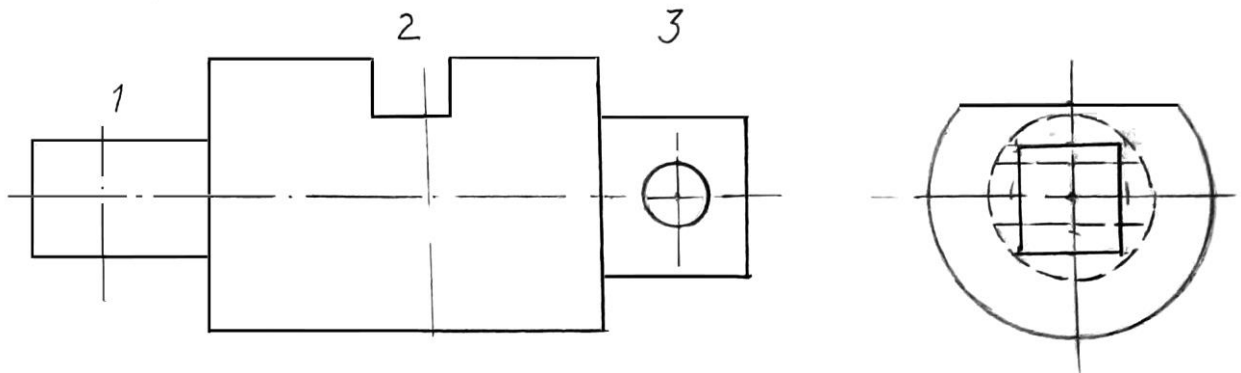

Рисунок 1 – Один из вариантов задания
1. **Дано:** Деталь – Валик. На рис.1 представлен главный вид валика и вид слева.
3. На чертеже, на котором изображен главный вид валика, начертить три его сечения: наложенное, вынесенное на продолжении секущей плоскости, вынесенное в сторону. **Сечением называется фигура, которая получается при мысленном пересечении валика секущей плоскостью, расположенной перпендикулярно его оси.** Какими будут фигуры сечений – необходимо внимательно посмотреть на вид слева валика (рис.1).